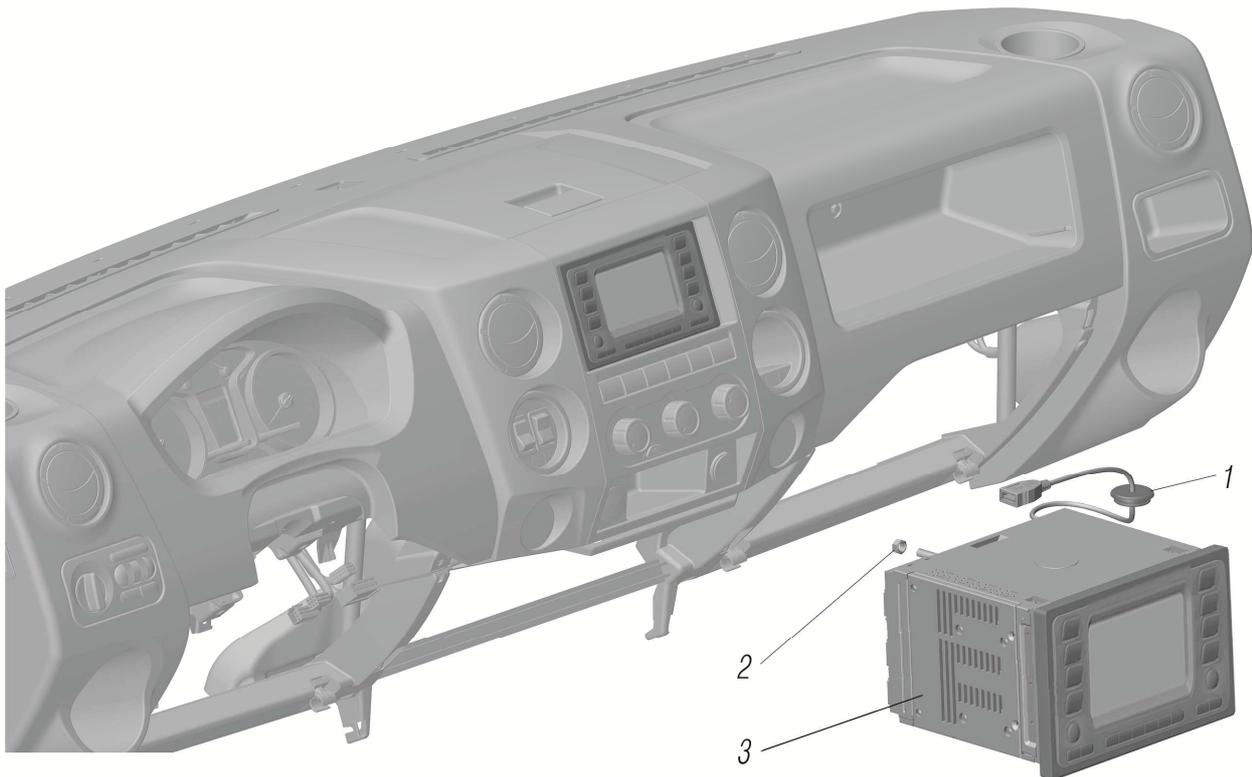

Рисунок 7.19
*⁴ См. рисунок 7.19
See figure 7.19